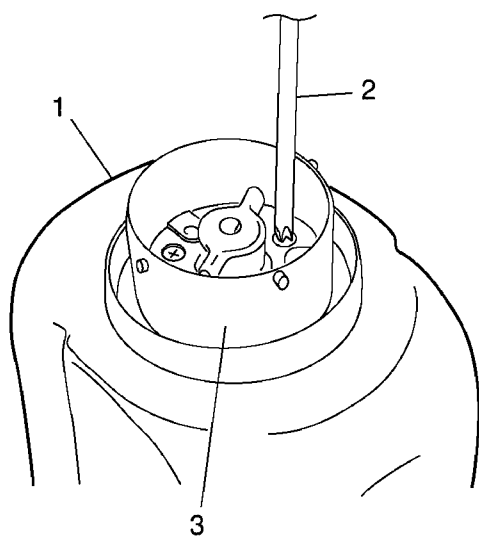

Рис. 18
- Перевернуть хлебный контейнер дном вверх, снять три винта, держащих узел крепежного вала и удалить вал. (Рис. 18)